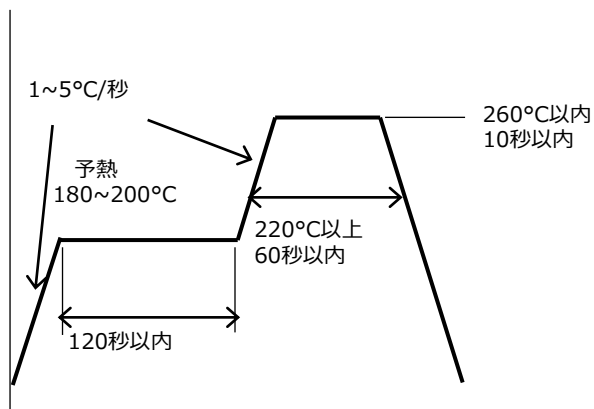

図10. リフロー推奨条件
- リフロープロファイルは図10の条件を参考にご使用になるはんだの推奨条件に合わせてください。